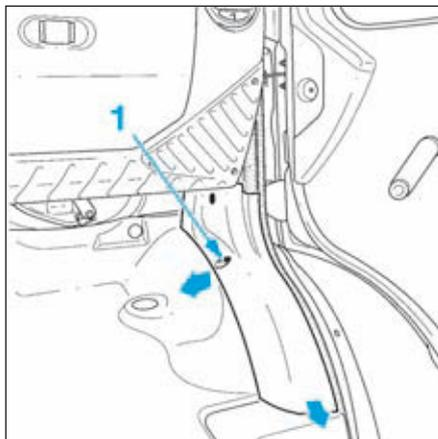

FIG.28
- Déposer la vis de fixation (1) (Fig.28). Tirer sur le côté puis vers l'arrière afin de déposer la garniture supérieure.